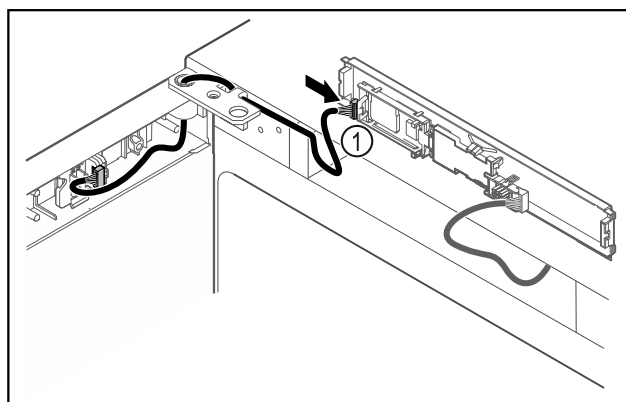

Fig. 49
- ▶ Natakните utikač Fig. 49 (1) na tiskanu pločicu.